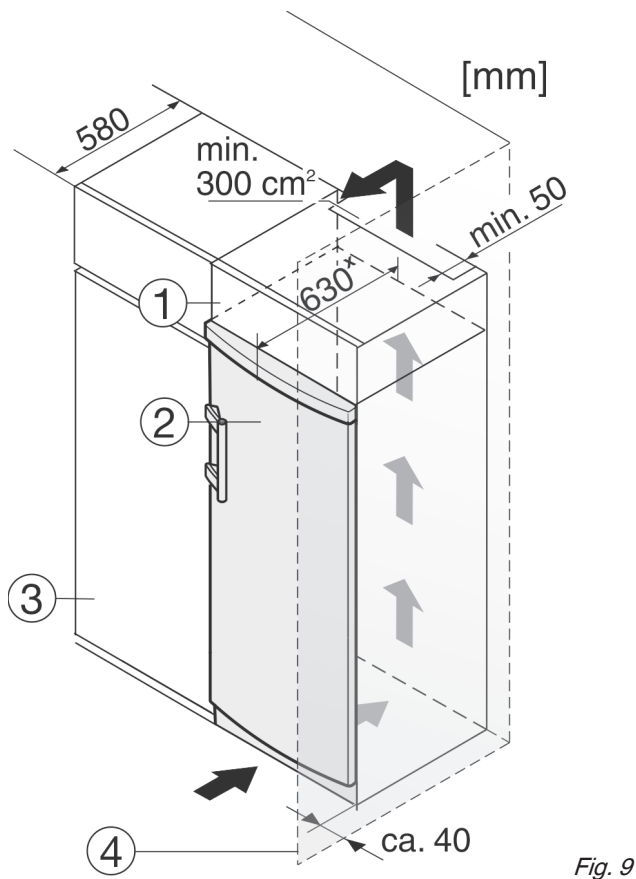

Fig. 9
- (1) Nástavná skříňka
- (2) Příklad
- (3) Kuchyňská skříň
- (4) Stěna
Spotřebič lze zabudovat do kuchyňských skříní. K vyrovnání spotřebiče Fig. 9 (2) na výšku kuchyňské linky lze na přístroj nasadit nástavec Fig. 9 (1).
Při montáži do kuchyňských skříní (hloubka max. 580 mm) lze přístroj instalovat hned vedle kuchyňské skříně Fig. 9 (3). Příklad přesahuje přední stěnu kuchyňské skříně na stranách o 34 mm^x a uprostřed o 50 mm^x.
Když se přístroj instaluje závěsy vedle stěny Fig. 9 (4), musí být vzdálenost přístroje od stěny alespoň 40 mm. To odpovídá přesahu madla při otevřených dveřích.